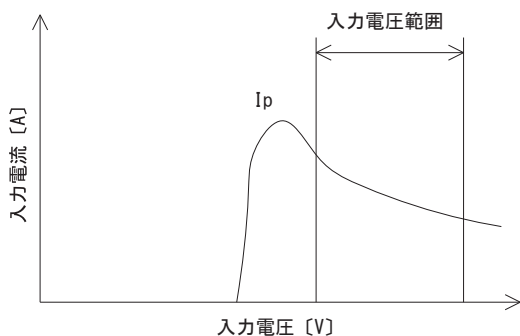
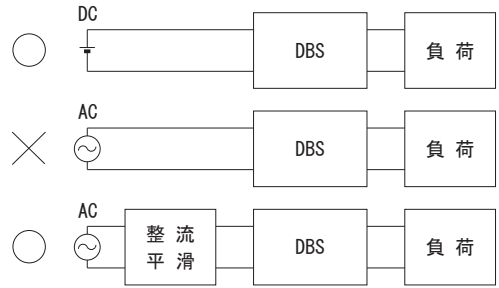
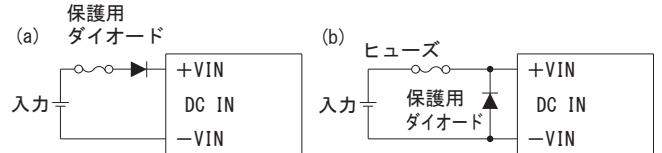

図 3.2 入力電流特性
図 3.3 AC入力での使用
図 3.4 逆接続防止
■入力電源にはDC-DCコンバータ立ち上げ時の電流Ip(図3.2)を考慮した、充分余裕のある電源を設定してください。
(5) AC入力での使用
■DBSシリーズはDC入力専用です。ACでの使用時は、電源入力に整流平滑回路を接続してください(図3.3)。整流平滑回路についての詳細は、当社までお問い合わせください。
(6) 逆接続の防止
■入力端子に極性逆の電圧が加わると故障します。極性逆の電圧が加わる可能性がある場合は、図3.4のような保護用の回路を外付けしてください。